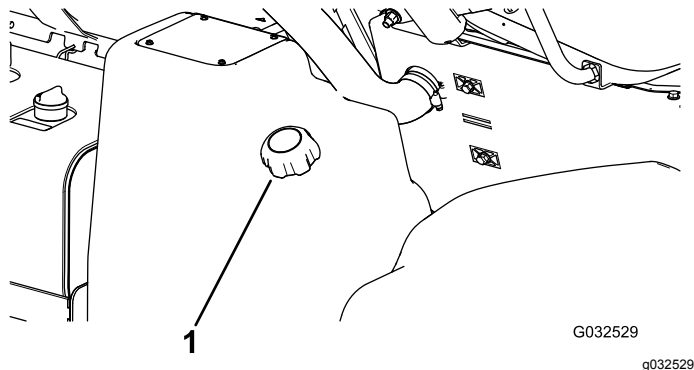

Figura 40
2. Pulite intorno al tappo del serbatoio del carburante (Figura 40).